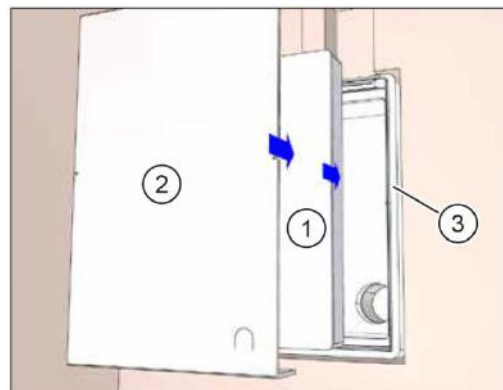

Рис. 22: вставьте защитную крышку и гипсовую защитную крышку
- ▶ Вставьте защитную крышку (поз. 1 на рис. 22) в монтажную коробку (поз. 3 на рис. 22).
- ▶ Вставьте гипсовую защитную крышку (поз. 2 на рис. 22) в монтажную коробку (поз. 3 на рис. 22) до упора.